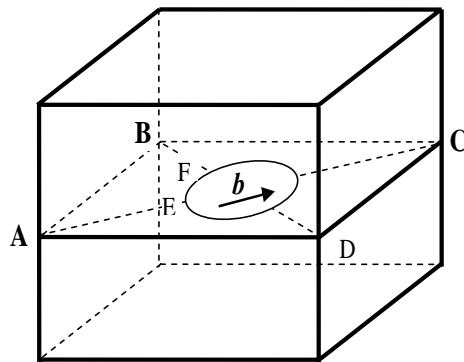

图 1
(1) 图 1 所示的晶体中，ABCD 滑移面上有一个位错环，其柏氏矢量 b 平行于 AC；E 为位错环与 AC 的交点，F 为位错环与 BD 的交点：(a) 指出位错环上 E、F 点以及 E-F 之间的位错类型；(b) 在图中标出使位错环向外运动所需要施加的切应力方向；(c) 该位错环运动出晶体后，晶体外形如何变化？绘出位错环运动出晶体后的简图。（6 分）